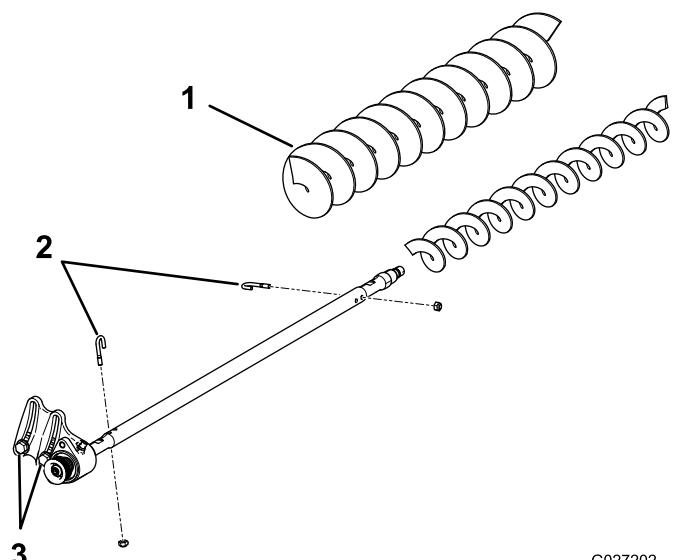

Figura 21
3. Togliete i 2 bulloni a J e i dadi (Figura 21).
4. Fate scorrere la spazzola esistente fino ad estrarla dall'albero (Figura 21).
5. Allentate i 2 bulloni, le rondelle e i dadi che fissano l'alloggiamento del cuscinetto di comando alla staffa di montaggio dell'alloggiamento del cuscinetto (Figura 21).
6. Fate scorrere la spazzola per altezze di taglio alte sull'albero della spazzola (Figura 21).
7. Bloccare la spazzola sull'albero con 2 bulloni a J e i dadi precedentemente rimossi (Figura 21).